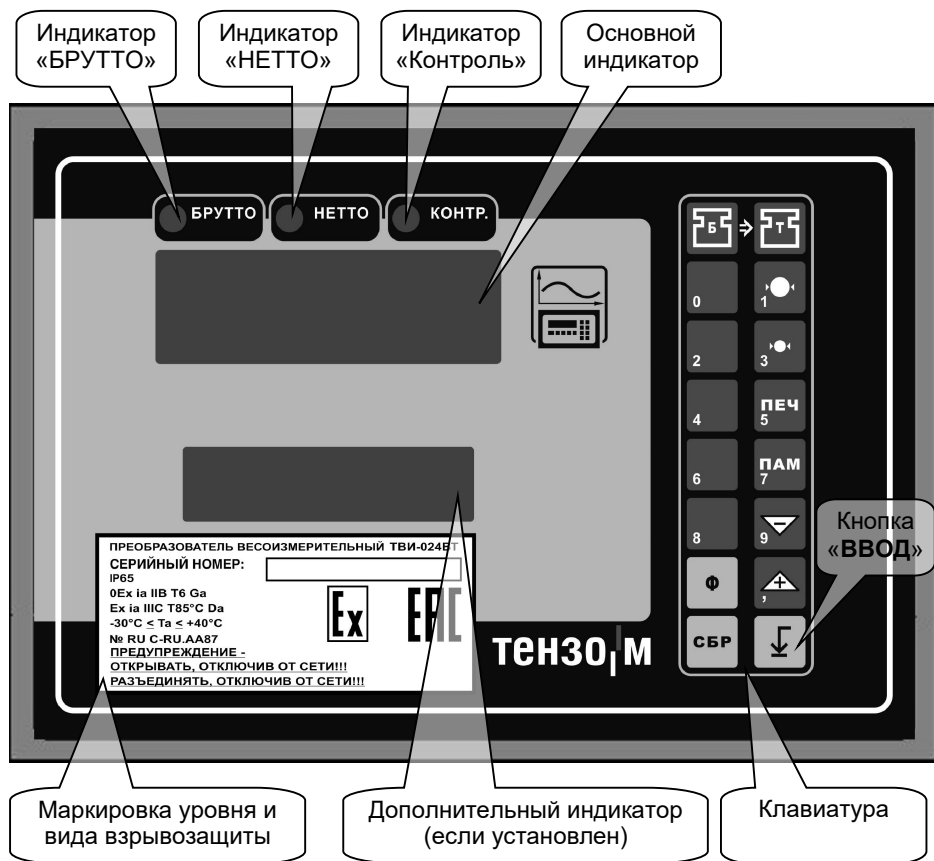

Рис. 8.1. Внешний вид ВТ Преобразователя спереди.
На Рис. 8.1 изображён внешний вид ВТ Преобразователя спереди.
11.2. После включения Преобразователь выполнит самотестирование, затем на индикатор ТВИ-024ВТ (см. Рис. 8.1 на стр. 18) будет кратковременно выведено название версии программного обеспечения Преобразователя в виде «**SC-XXX**» или «**DD-XXX**» (где знакам **X** будут соответствовать цифры, отражающие номер версии).